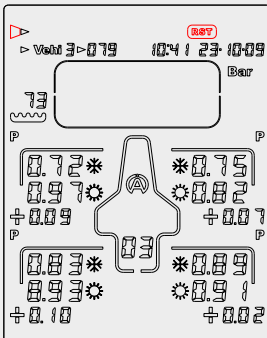

Figure 14
- 1) A l'aide des boutons  , sélectionnez l'icône « **RST** » (figure 14)